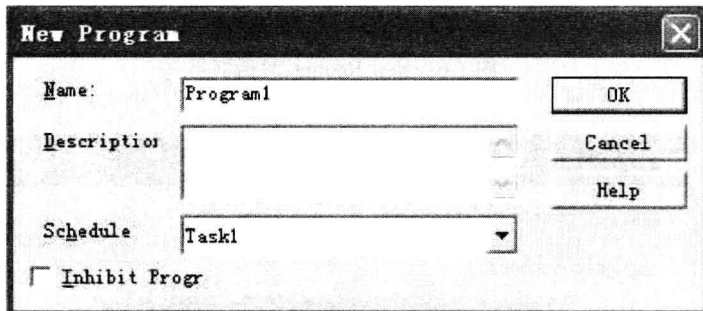

图 1-5 New Program 对话框
1) 在 Controller Organizer 中, 用鼠标右键点击 Task1 图标, 并在弹出的选项框中选择 New Program, 将出现 New Program 对话框, 如图 1-5 所示。